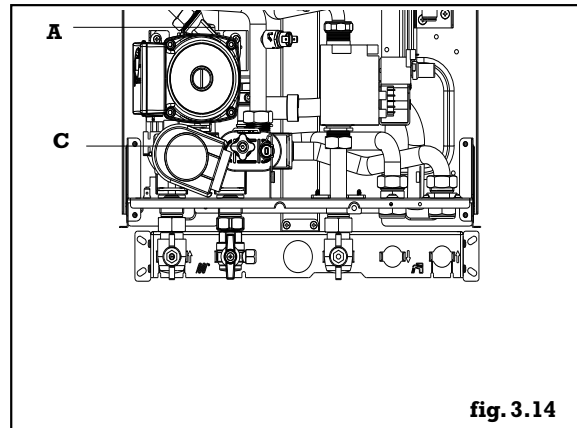

fig. 3.14
- ouvrir de 2 ou 3 tours le bouchon du purgeur d'air automatique (A) (fig. 3.14)
- connecter le petit tube en plastique (fourni dans l'enveloppe de documentation de la chaudière) sur le robinet de vidange (C) (fig.3.14) puis le dévisser pour évacuer l'eau à l'extérieur de la chaudière.